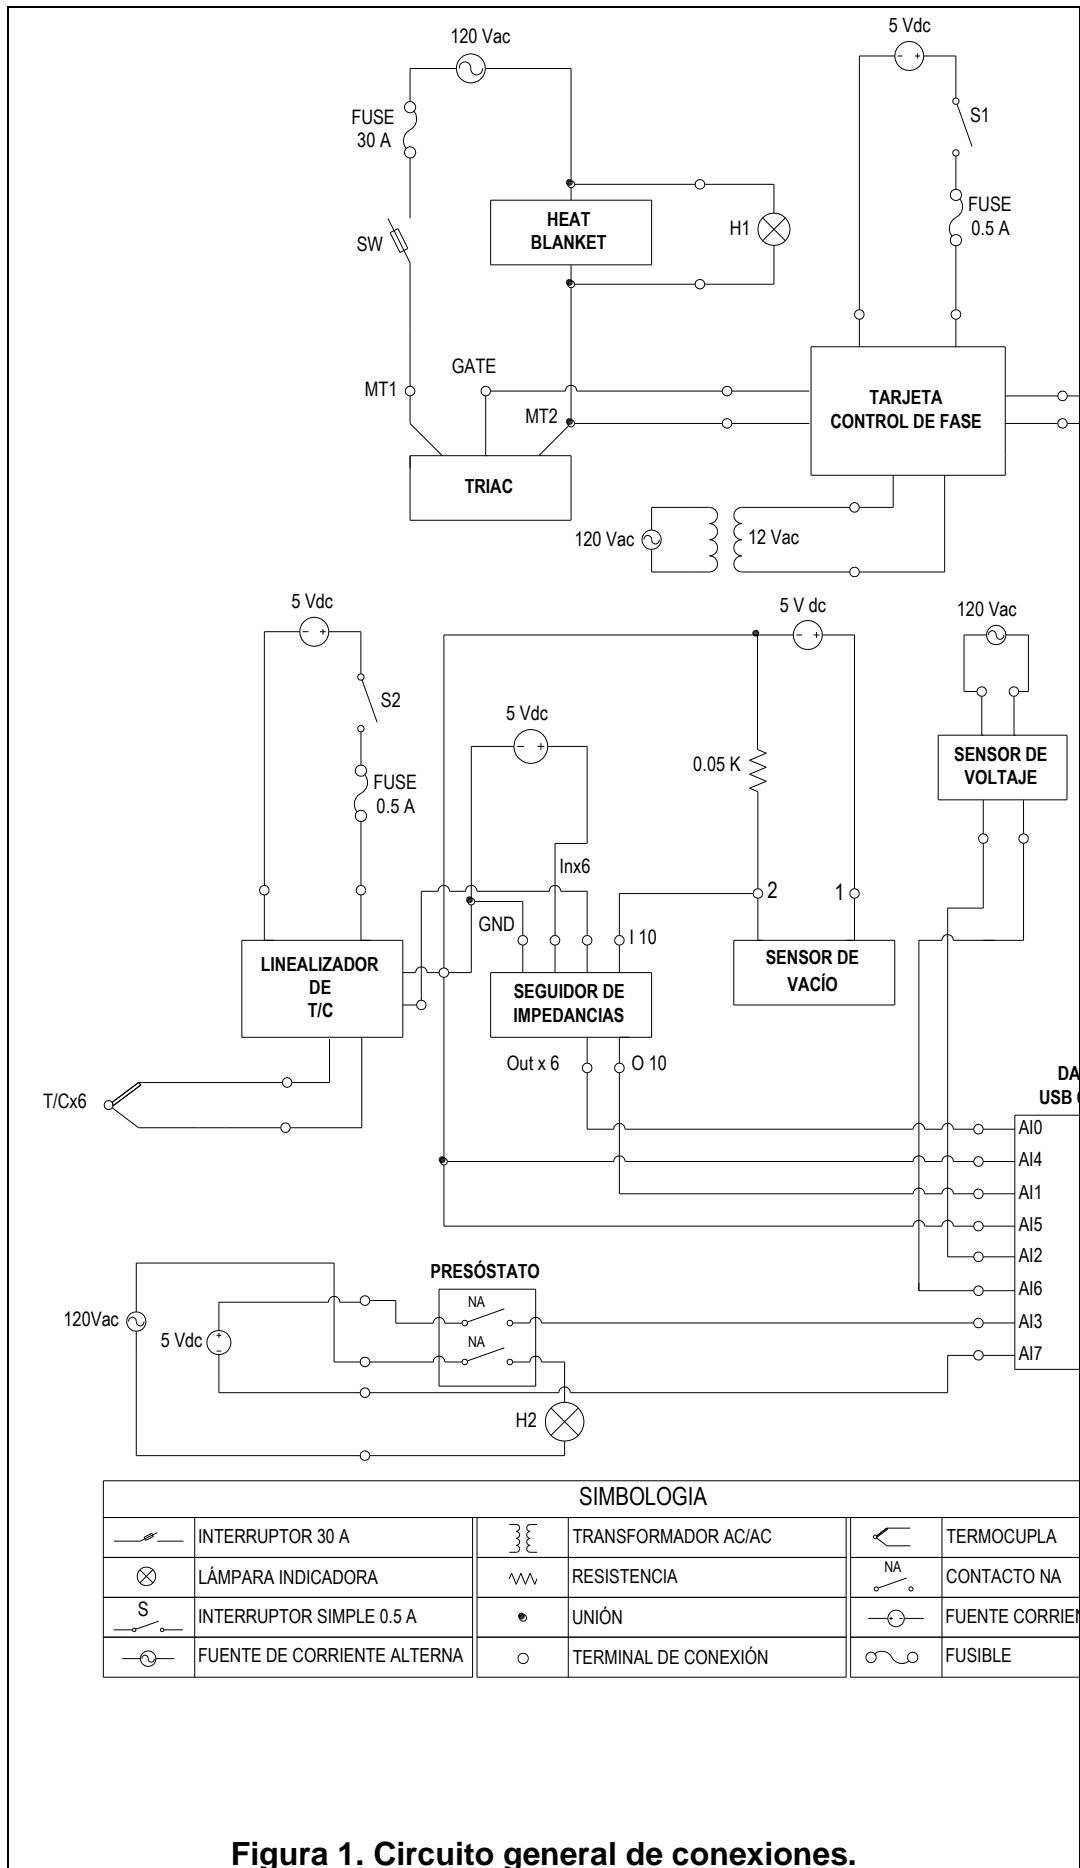

Figura 1. Circuito general de conexiones.
- Anualmente verificar que no existan conductores flojos o desconectados. Si hubiere fallas refiérase a la Figura 1 para realizar la corrección.
- Cada seis meses verificar que las lámparas de indicación no están quemadas desconectando los cables de alimentación y conectándolas a una fuente de 110 Vac. Refiérase a la figura 1.